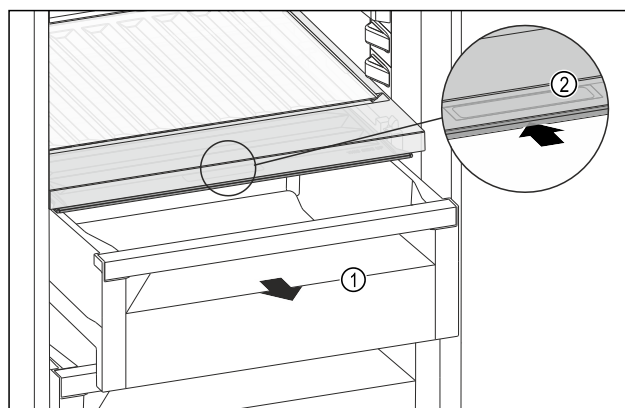

Fig. 159
- Vedä säilytyslokero Fig. 159 (1) ulos.
- Tartu lokeron kannessa olevaan tartuntakohtaan *Fig. 159 (2)* ja vedä lokeron kantta samanaikaisesti taaksepäin.